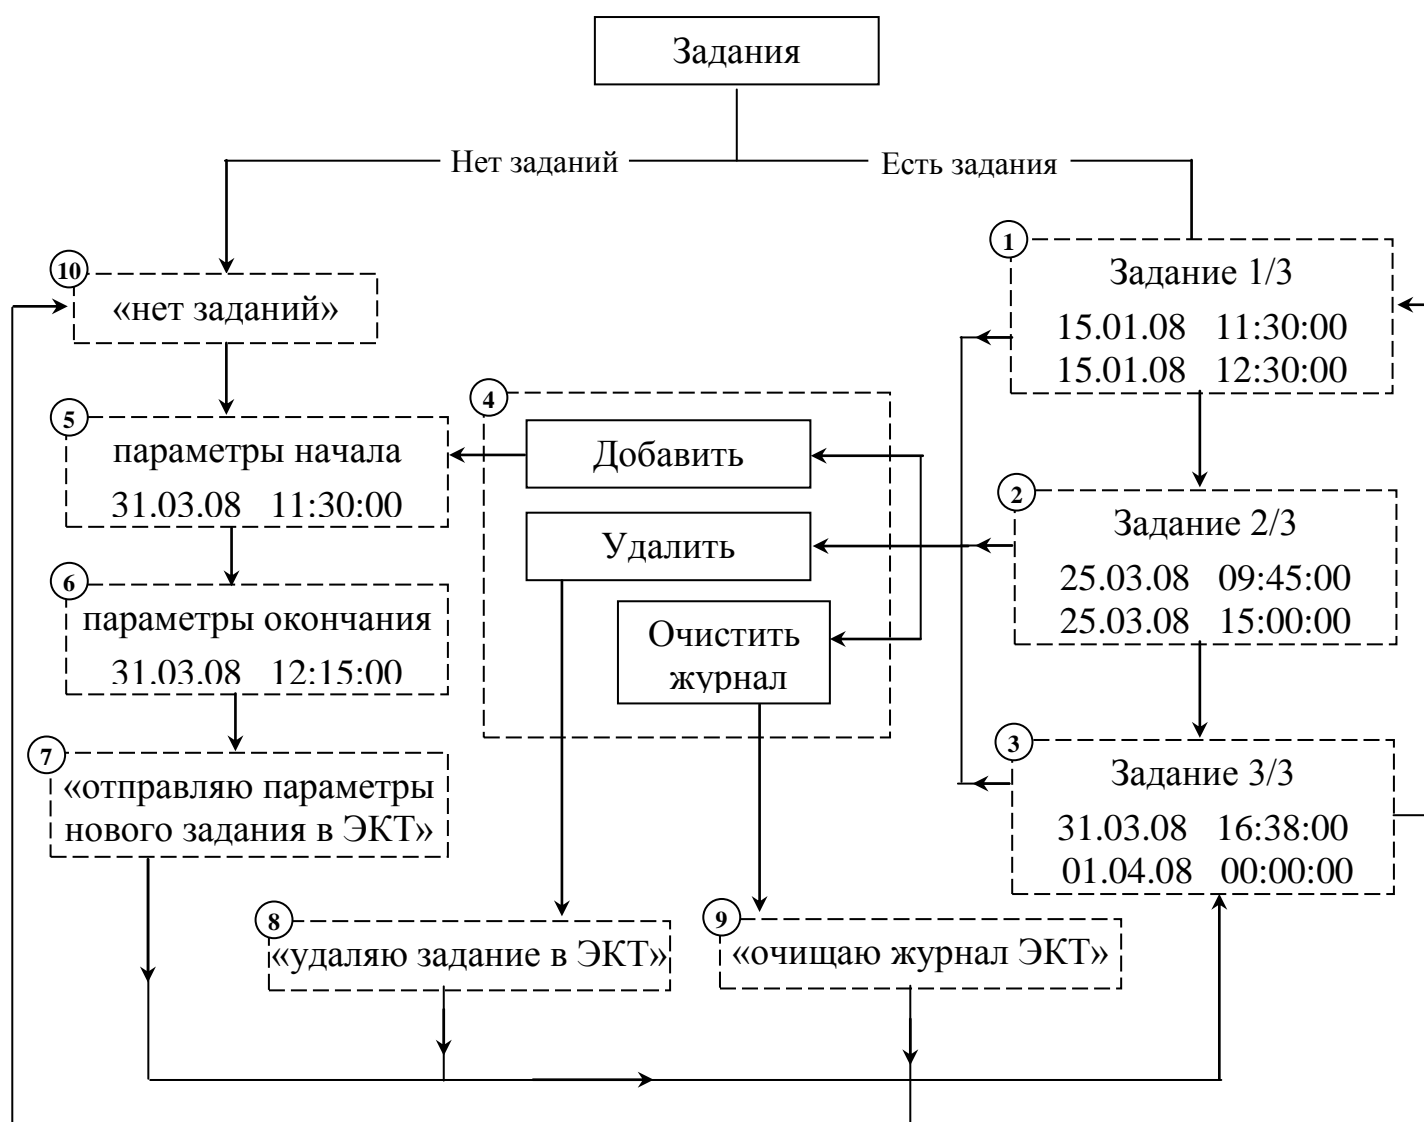

Рисунок 6
5.6.2. Меню **«ЗАДАНИЯ»** позволяет просматривать и корректировать журнал заданий контроллера. Каждая из страниц журнала описывает время включения и отключения ЭКТ (ЭКТМ). Общая схема меню представлена на рис.6. При выборе меню **«ЗАДАНИЯ»** возможны 2 варианта развития событий: